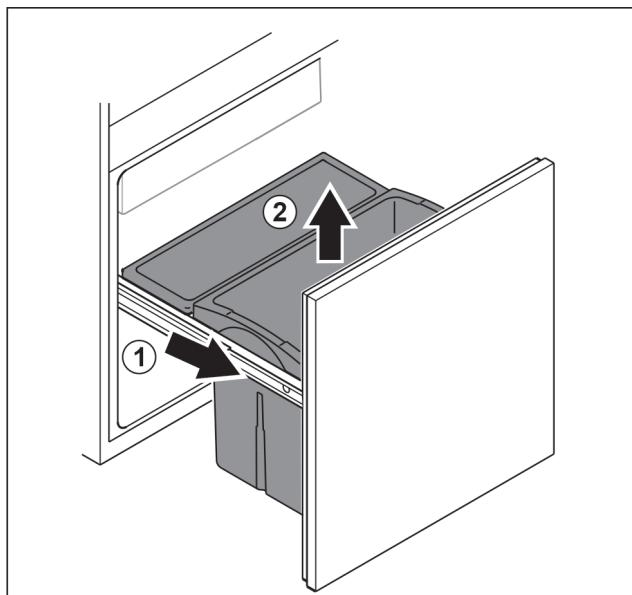

Fig. 30
- Полностью вытяните выдвижную тележку Fig. 30 (1).
- Извлеките выдвижной ящик движением вверх Fig. 30 (2).